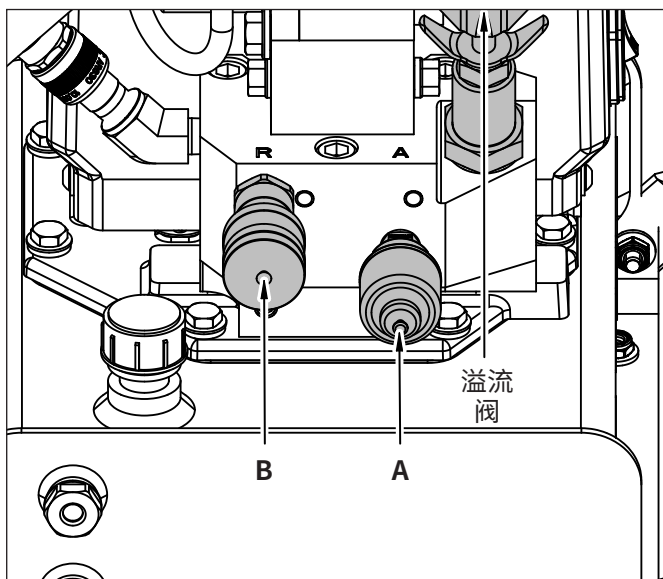

图 3: 泵出口
1. 松开锁紧螺母,逆时针旋出溢流阀,防止压力意外升高。调节溢流阀无需使用工具。参见图 3。
3. 将软管连接到图 3 所示的泵出口油路模块上。务必使用额定压力为 700 bar [10.000 PSI] 的软管。用手拧紧接头锁环
2. 松开锁紧螺母,旋出溢流阀,防止压力意外升高。参见图 3。